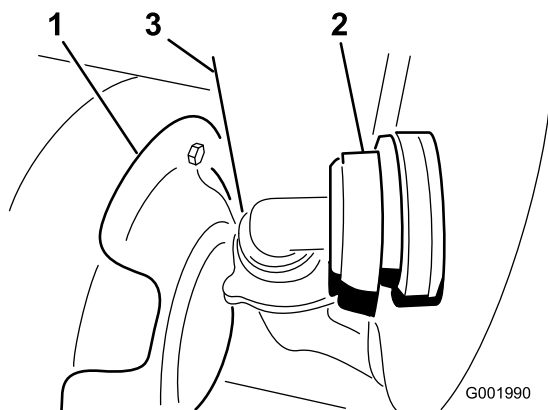

Figura 55
3. Scollegate il flessibile situato sulla parte anteriore del serbatoio, in basso (Figura 55).
Nota: All'occorrenza, mentre rimuovete il carter spingete indietro lo schermo termico (Figura 55).
7. Collegate il flessibile alla parte anteriore del serbatoio (Figura 55).